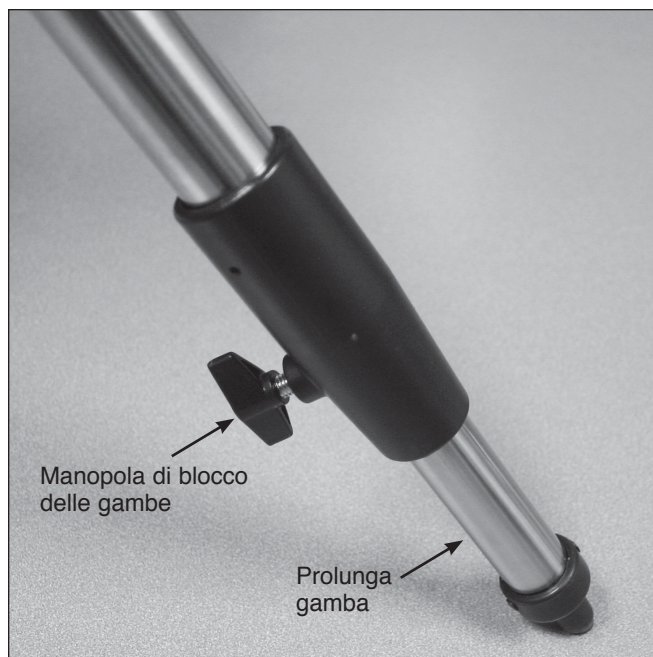

Figura 6. Allentare la manopola del morsetto della gamba del treppiede per regolare la lunghezza.
5. Per regolare l'altezza delle gambe del treppiede, allentare la manopola del morsetto della gamba del treppiede situata sul lato di ciascuna gamba (**Figura 6**). Estendere la porzione interna di ciascuna gamba alla lunghezza desiderata, quindi serrare la manopola del morsetto della gamba del treppiede per fissare ogni gamba in posizione.